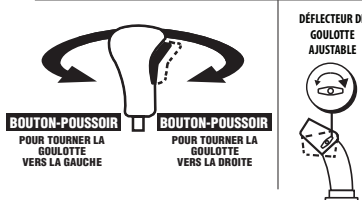

Figure 3-7
- Pour modifier l'orientation de la projection de la neige, appuyez sur le bouton du levier de commande et tournez le levier vers la droite ou vers la gauche. Voir Figure 3-7.